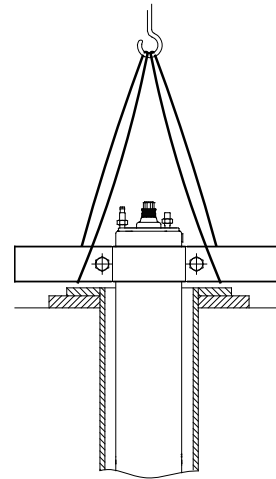

Fig. 18 Motor en posición vertical
2. Colocar el motor en posición vertical en la tapa del pozo, ver fig. 18.